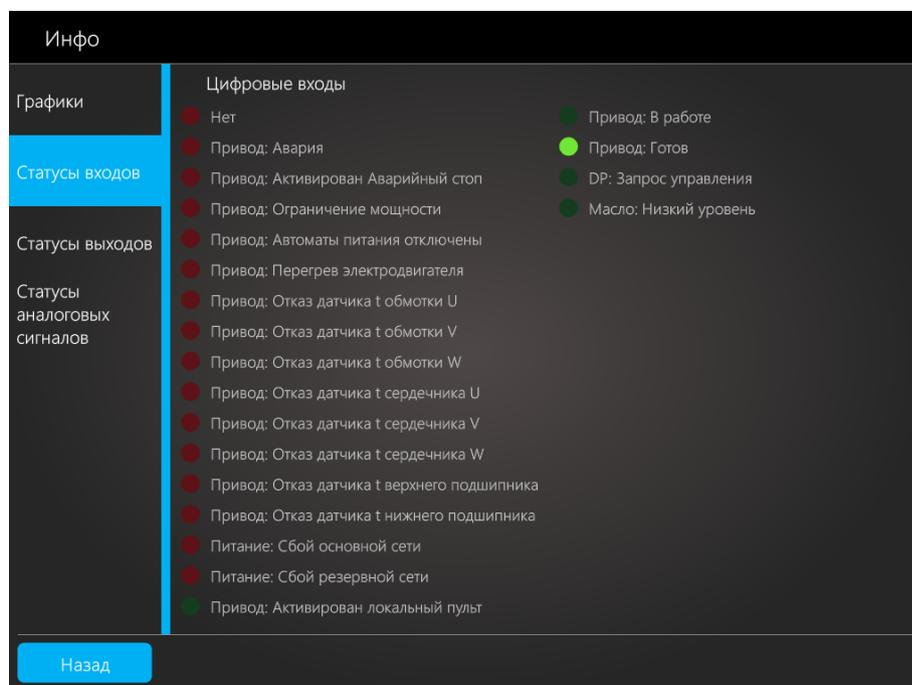

Рисунок 12 – Информационный экран страницы «Статусы входов»
2. **«Статусы входов»** – выводит на экран информацию о состоянии всех цифровых входов и наличии на них соответствующих сигналов (см. рисунок 12).